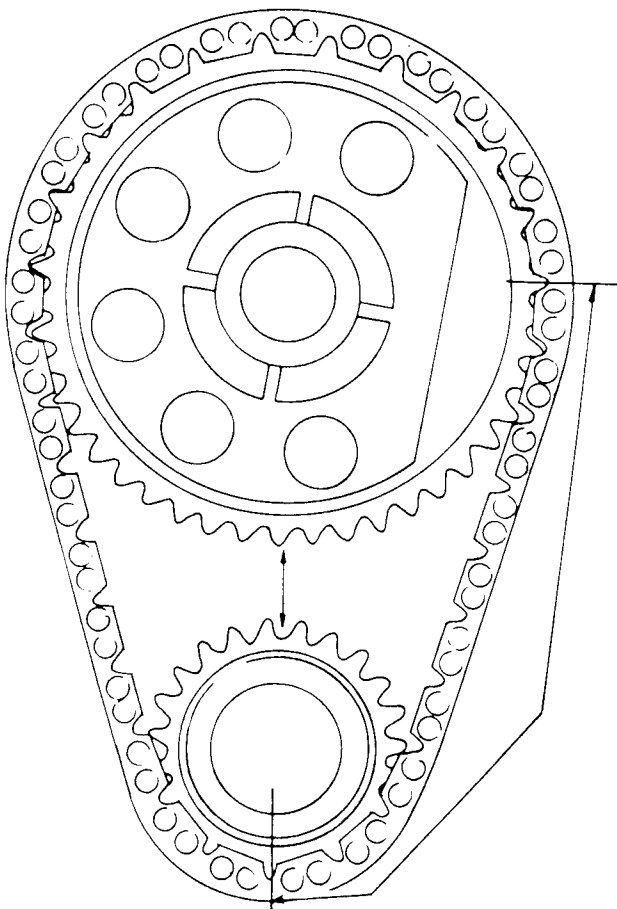

Bild 26
- Steuerkette und die beiden Kettenräder wie in Bild 26 gezeigt zusammensetzen, so dass die beiden Steuermarken gegenüberliegen.
- Um zu kontrollieren, dass die Steuerkette einwandfrei eingebaut ist, die Kurbelwelle durchdrehen, bis die Steuermarke des Nockenwellenrades auf der rechten Seite in waagrechter Ebene liegt. Von dieser Stelle ausgehend, die Anzahl der Stifte der Kettenglieder bis zur Steuermarke des Kurbelwellenrades abzählen, wie es Bild 26 zeigt. 20 Stifte